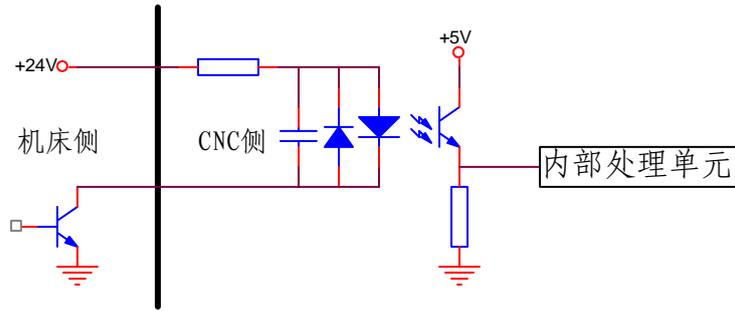

图 4.7 用 NPN 传感器的连接
a) 用一个 NPN 型传感器既做减速信号又做零点信号时的连接方法如下图 4.7 所示：